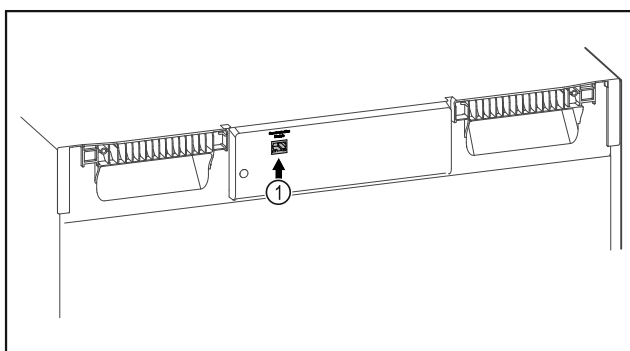

Fig. 102
- SmartModule Fig. 102 (1) inserito.